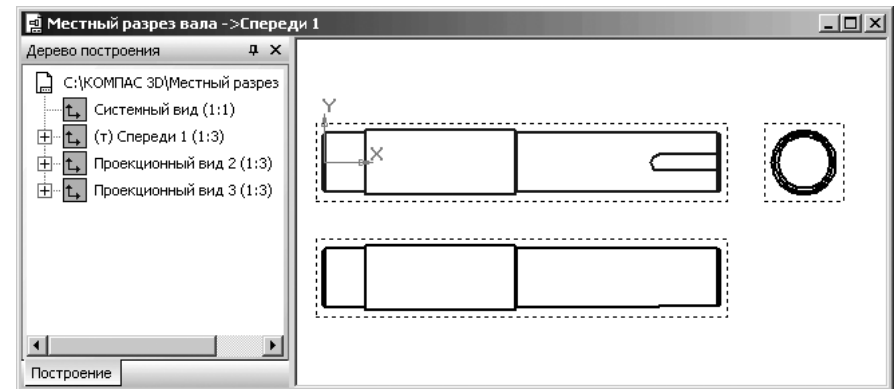

Рис. 4.143. Стандартные виды вала
- увеличьте с помощью колесика мыши размер стандартных видов вала. Возможное состояние стандартных видов вала показано на рис. 4.143.